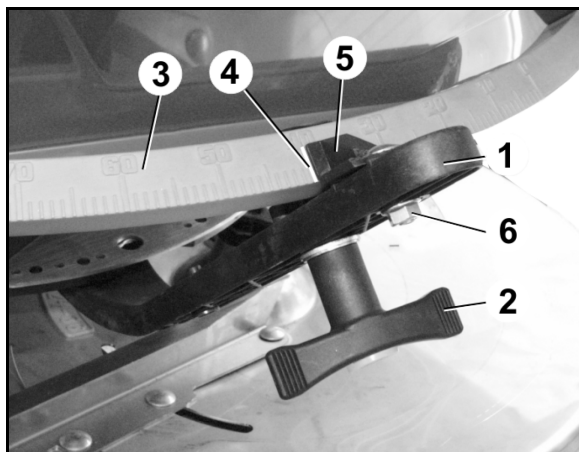

Fig. 96
1. Løsne den koniske smørenippelen (Fig. 96/1) i koblingsnavet (Fig. 96/2) på kraftoverføringsakselen.
2. Fjern brytebolten (Fig. 96/4) mellom kraftoverføringsakselens gaffelflens (Fig. 96/3) og flensen til girets inngangsaksel.